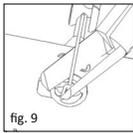

fig. 9
■ **fig. 9** La sfârșit se taie cu cleștișorul de tăiat (REF 8000 171) tija pe placa de capăt. Știftul rezultat prin aceasta pe placa de capăt sprijină mai târziu fixarea grefei între placa de capăt și timpan și previne o dislocare postoperativă. Lungimea știftului poate fi variată, totuși trebuie corelată cu grosimea grefei prevăzute.